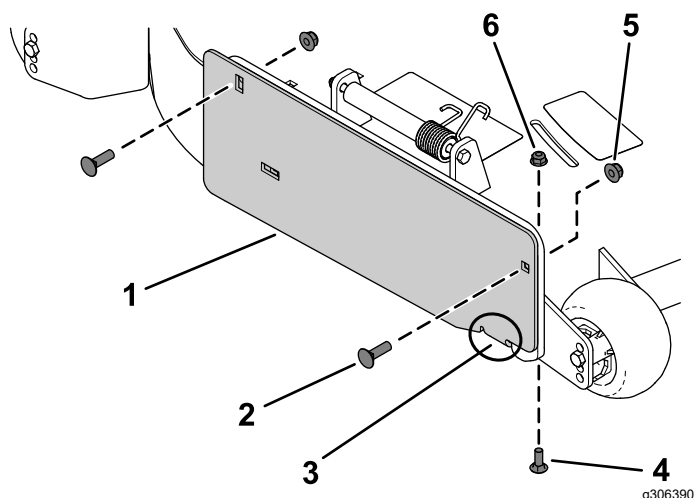

図2
1. 取り付けブラケットの外側に、排出カバープレートを取り付けるキャリッジボルト3/8 x 1-1/4 インチ2本、ロックナット3/8 インチ2個を使用して図2のように取り付ける。
2. モアデッキの内側にタブを取り付けるキャリッジボルト5/16 x 7/8 インチ1本とフランジナット5/16 インチ1個を使って図2のように取り付ける。